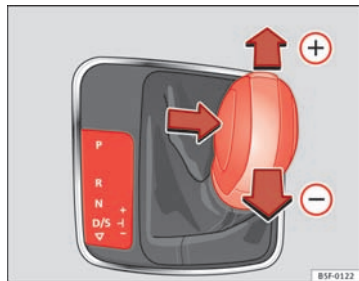

Fig. 91 Midterkonsol: gearskift med tiptronic
- Vip gearvælgeren fremad mod **+** ⇒ Fig. 91 for at skifte et gear op.